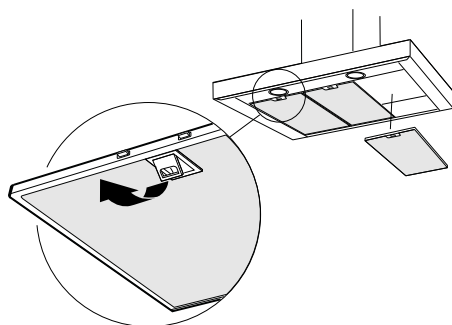

Fig. 15
1. Ta bort fettfiltrena genom att öppna snäppena, Fig. 15. Hantera filtren försiktigt, var noga med att inte bocka dem.